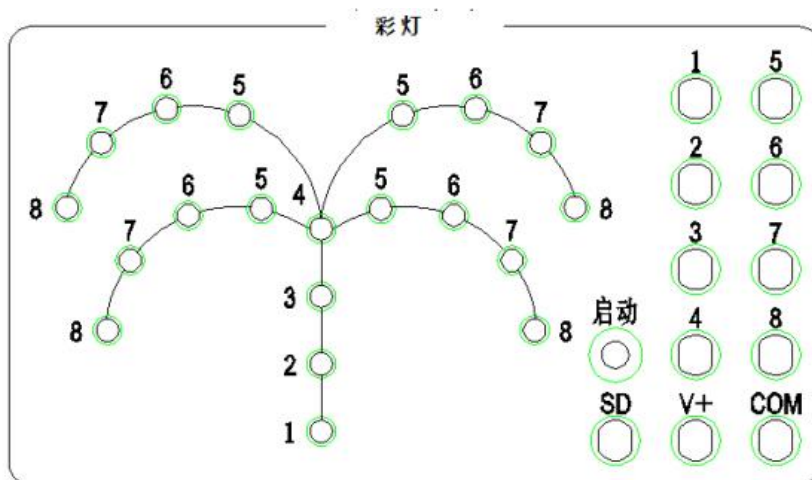

图 1 彩灯控制面板示意图
(1)任务描述:某企业承担了一个 LED 音乐喷泉的控制系统设计任务,音乐喷泉示意图是如下图 1 所示。此音乐喷泉由 8 个 LED 灯组成,要求喷泉的 LED 灯按照 1, 2→3, 4→5, 6→7, 8→1, 2, 3, 4, 5, 6, 7, 8 的顺序循环点亮,每个状态停留 1 秒。请用可编程控制器设计其控制系统并调试。